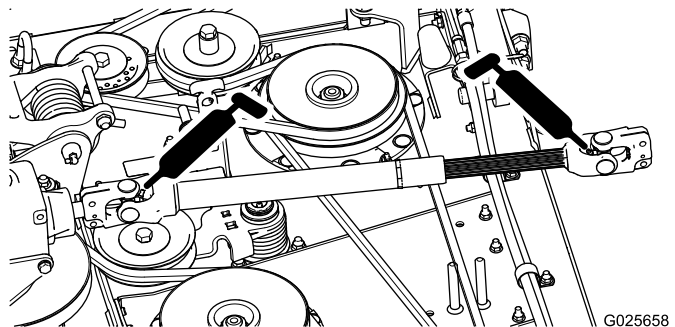

Bild 16
- Zapfwellenantrieb (2) (Bild 16)